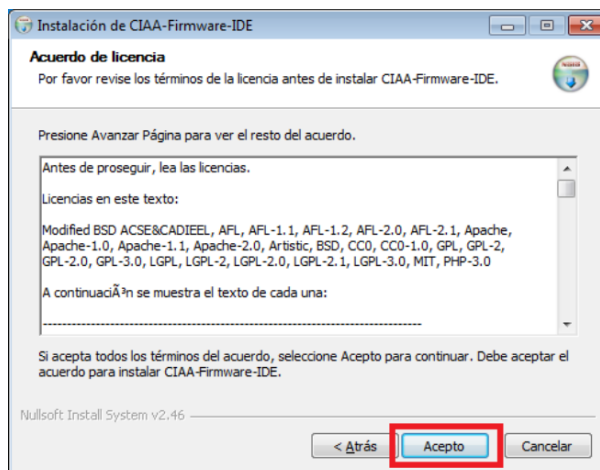

Figura 6: Arranque del instalador del software IDE
**drivers** al momento de seleccionar los componentes a instalar. La figura 6 ilustra lo explicado anteriormente.